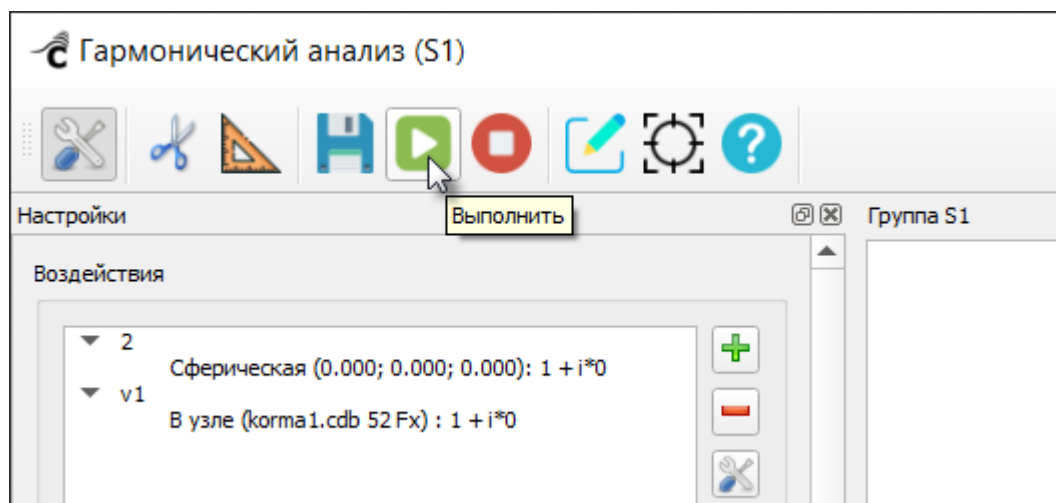

Рисунок 83 – Кнопка «Выполнить» на панели инструментов карточки
1. Нажать на панели инструментов карточки кнопку  «Выполнить» (Рисунок 83).